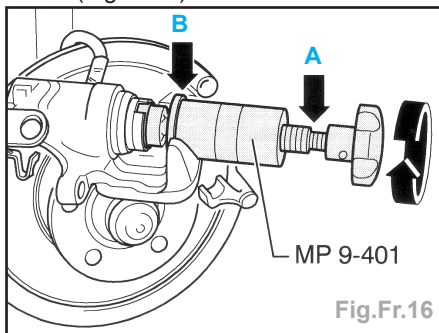

Fig.Fr.16
- Installer l'outil de rappel et de desserrage **MP 9-401**, le collet de l'outil (flèche **B**) doit être contre l'étrier de frein (Fig.Fr.16).